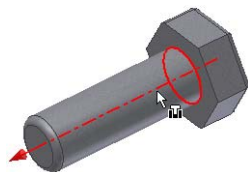

图 4-53 选择要放置约束的特征
- (2) 选择一种装配约束或者运动约束的类型，这里选择了插入约束方式。
- (3) 在零件上选择要放置约束的特征，如图 4-53 所示。
- (4) 设定偏移量（传动比）和装配方式（运动方式）等，这里我们全部采用默认值。
- (5) 单击【确定】按钮以完成 iMate 的创作。